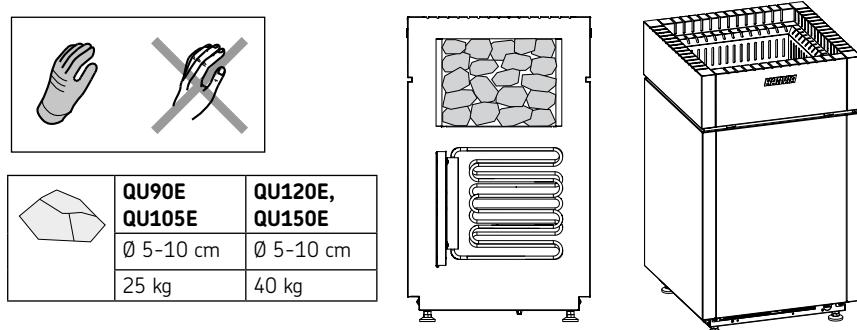

Abbildung 9. Befüllung der Steinkammer
- **Mechanische Ventilation:** Die Zuluftöffnung muss sich im oberen Teil der Sauna befinden, damit die Funktion des Temperatursensors nicht beeinträchtigt wird. (Abbildung 9. Mindestabstand des Fühlers zur Luftzufuhr.)